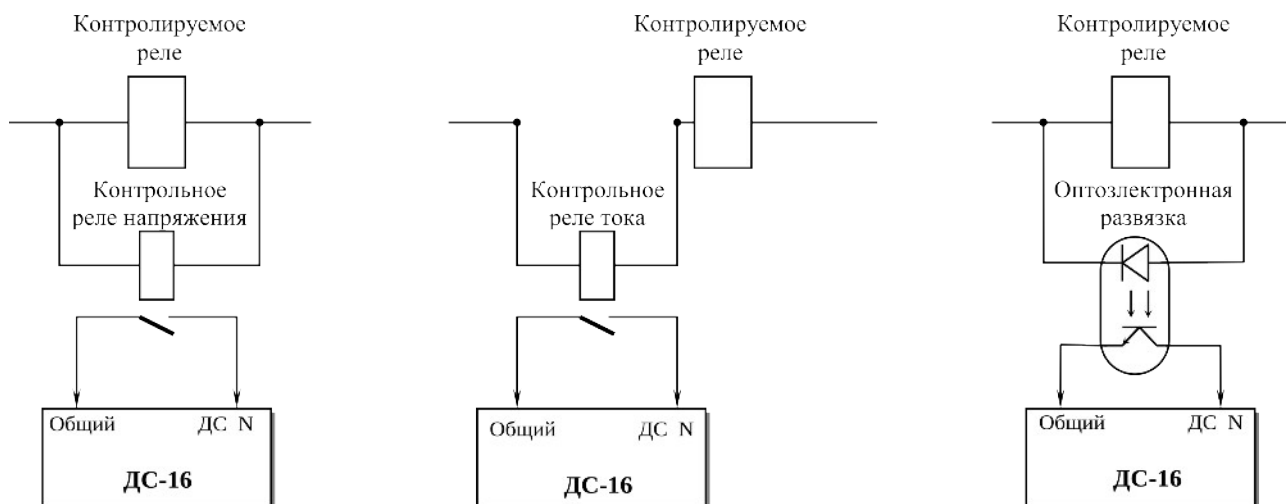

Рисунок 53
12.1.6.2 При отсутствии у контролируемого реле свободных контактов, применяются маломощные контрольные электромеханические, герконовые или полупроводниковые реле. Контрольные реле напряжения включаются параллельно контролируемому элементу, контрольные реле тока – последовательно (см. рисунок 53).